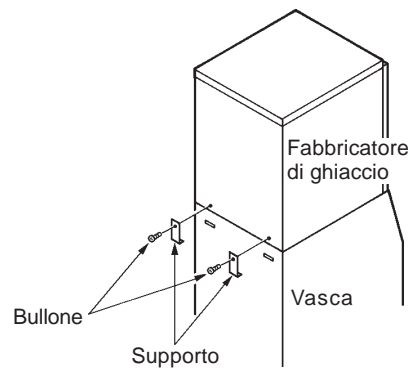

Fig. 3
- 4) Fissare il fabbricatore di ghiaccio alla vasca di raccolta, usando le due staffe di sostegno e i due bulloni forniti. Ved. Fig. 3.